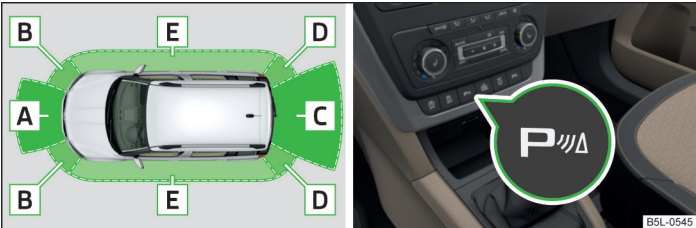

Fig. 119 Alcance de los sensores / tecla del sistema
- Si tras la activación del sistema se emite un sonido de aviso durante 3 segundos y en la proximidad del vehículo no se encuentra obstáculo alguno, existirá entonces una avería del sistema. La avería se señaliza adicionalmente mediante el parpadeo del símbolo  en la tecla » fig. 119 de la página 150. Recurra a la asistencia de un taller especializado.
Zona » fig. 119	Alcance de los sensores
En el caso de los vehículos con dispositivo de enganche para remolque montado de fábrica sólo son activas las zonas **A** y **B** » fig. 119 del sistema.
El sistema se activará automáticamente al aplicar la **marcha atrás** o pulsando la tecla de símbolo **P** » fig. 119 de la página 150. En la tecla se enciende el símbolo **P**, la activación se confirma con una breve señal acústica.